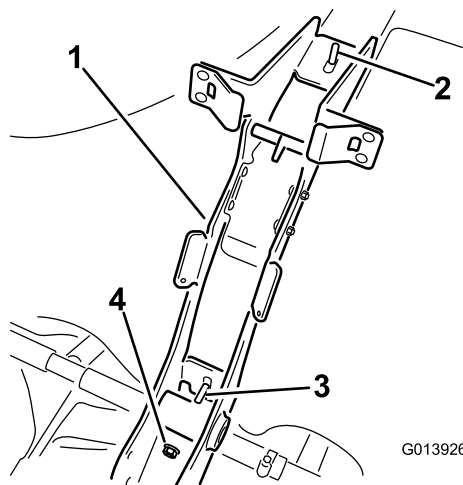

図 4
7. ロックナット2個でメインサポートフレームをタンクのストラップに固定する (図 4)。